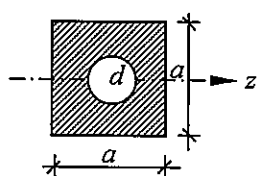

图 9
- 12 如图 9 所示截面的抗弯截面系数 W_z 为 ()